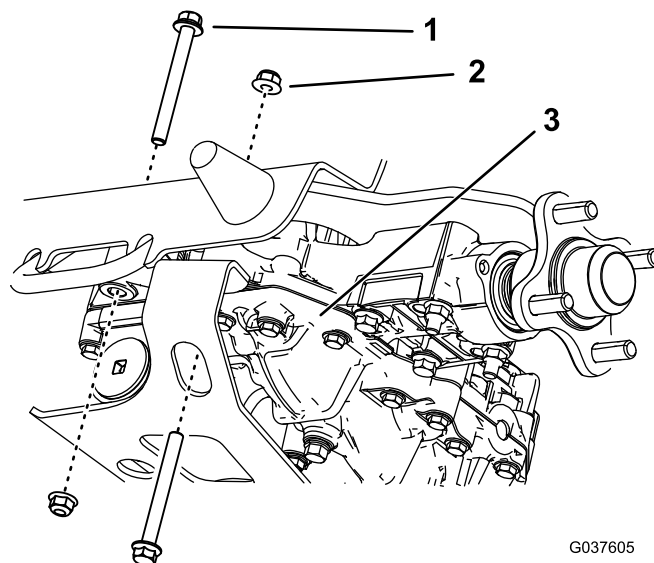

Figura 9
5. Retire os dois parafusos traseiros e as duas porcas do eixo da transmissão direita (Figura 9). Guarde as porcas.